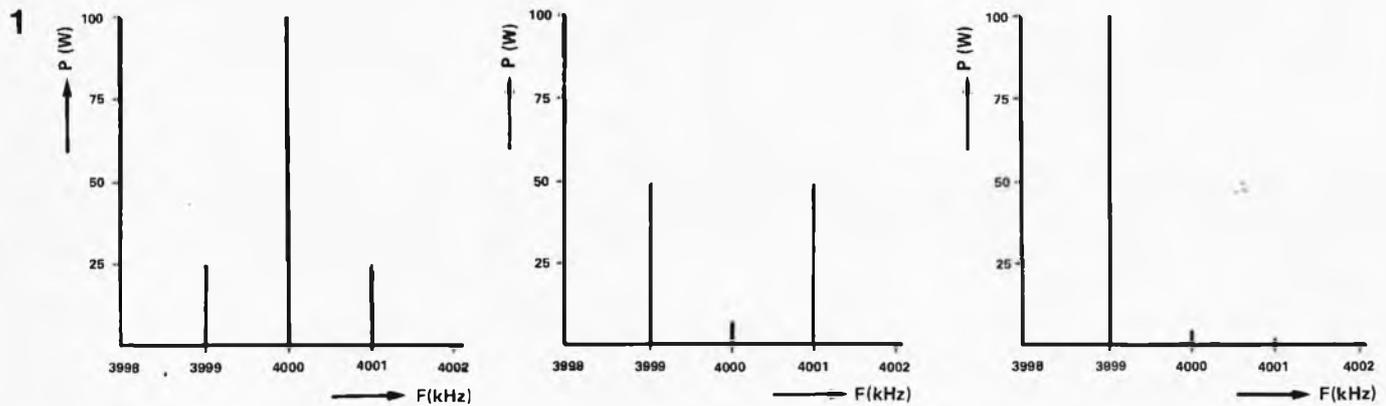

Figure 1. Physionomie d'une porteuse de 4 MHz modulée par un signal de 1 kHz en AM (1a), en BLD (1b) et en BLU (1c). Ces divers signaux sont sinusoïdaux.
Il est très difficile de dégager les raisons du succès limité rencontré par la BLD. Certaines mauvaises langues prétendent que le "lobby BLU" a su donner de la voix au moment crucial. Il est fort probable qu'à l'époque, la technologie utilisée en BLU devançait légèrement celle utilisée en BLD. Saura-t-on jamais? En ce qui concerne l'utilisation de la puissance d'émission disponible, la BLD se situe à mi-chemin entre la modulation d'amplitude ordinaire (AM) et la modulation BLU (qui est également une forme de modulation d'amplitude!!!); les trois croquis de la figure 1 illustrent bien cette affirmation. Lorsque l'on module une onde porteuse sinusoïdale (donnons-lui une fréquence de 4 MHz, par exemple) à l'aide d'une onde modulante sinusoïdale de 1 kHz, on voit naître de part et d'autre de la fréquence de la porteuse deux fréquences latérales (dans l'exemple choisi, elles auront des fréquences de 3999 et de 4001 kHz). Nous n'allons pas vous assommer sous une pluie de formules mathématiques les plus complexes les unes que les autres, pour tenter de vous prouver que c'est bien ce qui se passe en réalité. La figure 1 vous montre à quoi ressemble un signal modulé lorsqu'il est pris sous le "scalpel" d'un analyseur de spectre. La différence entre un oscilloscope qui donne la puissance d'un signal en fonction de sa durée et un analyseur de spectre est que ce dernier donne la puissance d'un signal en fonction de sa fréquence. Les diverses composantes d'un signal sont ainsi analysées en fonction de leur fréquence. Lorsque l'on sait que l'onde modulante est composée d'un ensemble de fréquences, on saisira mieux la raison de la présence de part et d'autre de la porteuse des "raies spectrales" des 2 ban-
Le signal de sortie de l'amplificateur F.I. est appliqué à l'entrée du démodulateur BLD. Ce démodulateur est une sorte d'échantillonneur-bloqueur fonctionnant en mélangeur harmonique. Dans ce sous-ensemble commence par avoir lieu un nouveau mélange effectué entre le signal provenant de l'ampli FI et un signal rectangulaire fourni par l'oscillateur; de cette façon, on obtient un signal basse fréquence à partir duquel il est relativement simple, donc bon marché, de reconstituer la porteuse (basse fréquence). Si l'on mélange ensuite cette porteuse au signal FI précédemment traité, on retrouve en sortie le signal BF. Les valeurs des fréquences de la figure 2 correspondent à celles des fréquences prises en exemple dans la figure 1.